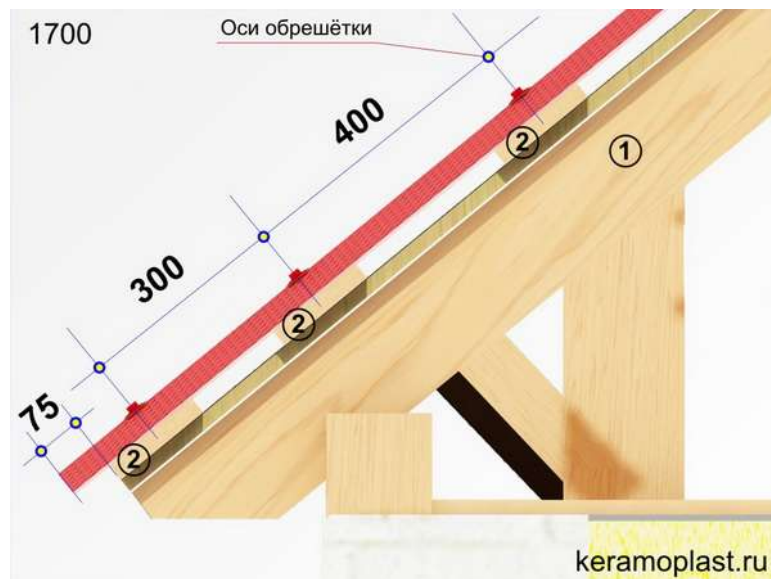

Рисунок 1
Монтаж **ЛИСТОВ ТЕТОН** производится по обрешетке (2) выполненной из деревянной доски сечением 150x25 мм, предварительно смонтированной по стропильным балкам (1) сечением 150x50 мм с шагом 600 мм. Шаг обрешетки выдерживается постоянным – 400 мм независимо от угла наклона крыши (рис. 1). Начальная обрешетка крепится по нижнему краю стропильных балок. Для выполнения напуска нижнего ряда листов (75-100 мм) размер первого шага обрешетки должен быть 300 мм. Чтобы правильно рассчитать необходимое количество листов для покрытия вашей крыши, надо вычертить в масштабе, на миллиметровой бумаге ее раскрой, с учетом боковых – 50 мм и концевых – 100 мм нахлестов (рис. 1).